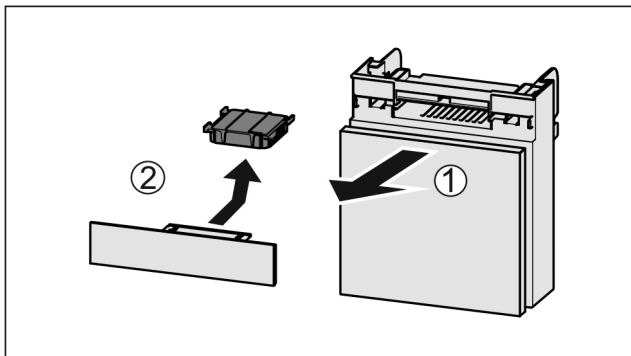

Fig. 63
- ▶ Вытянуть Fig. 63 (1) отделение движением вперед.
- ▶ Извлечение Fig. 63 (2) фильтра с активированным углем.